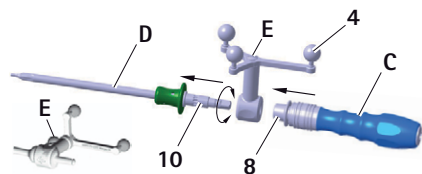

Рис. 8 Монтаж звездчатого опорного блока (калибровка с помощью ICM 4) и ручки S⁴C (FW067R или FW165R) на метчике S⁴C
- ▶ Отпустить блокировочную втулку 8, см. Рис. 8. Убедиться, что ручка S⁴C зафиксировалась.